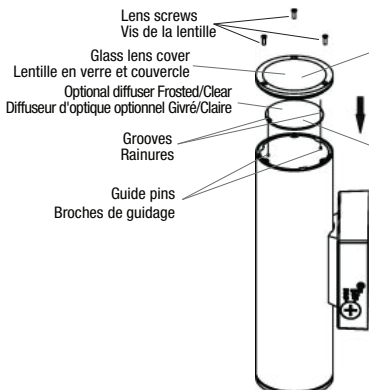

Fig. 7
1. Remove both plastic protection films and degree tabs and choose the required degree 40° or 80° (Fig.7).
2. Unscrew the lens screws and lift the standard glass lens cover (Fig.7) When 40° is chosen, please point the 40° side upwards, towards the luminaire standard glass lens cover and opposite to the LED board. Follow the same directions if 80° chosen (Fig.7).
3. Place the diffuser on top of the LED board and ensure the two grooves align and sit on top of the 2 guide pins of the board (Fig.7 and Fig.8).
4. Mount back the standard glass lens cover and tighten the screws (Fig. 7).
1. Retirez les films de protection et étiquettes de degrés et choisissez le degré 40° ou 80° selon vos besoins (Fig. 7).
2. Dévissez les vis de la lentille (Fig. 8). Si vous choisissez 40°, veuillez placer le côté de la lentille 40° près du verre de luminaire (Fig. 7). Même chose pour le 80°.
3. Insérez le diffuseur optionnel sur le panneau DEL et assurez-vous que les deux rainures du diffuseur sont verrouillées sur les deux broches de guidage du panneau LED (Fig. 7 and Fig. 8).
4. Fixez fermement la lentille en verre standard et couvercle à l'aide des vis (Fig. 7).
Optional optics diffuser (mounted inside the luminaire as shown in Fig. 7)
Diffuseur d'optique optionnel (monté à l'intérieur du luminaire comme indiqué dans la Fig. 7)